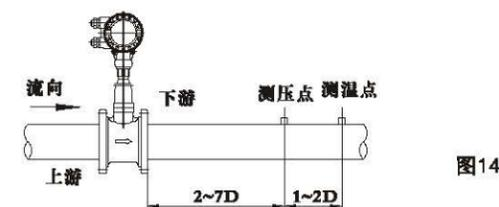

图14
9、流量计测量气体（蒸汽）需要带温度，压力补偿时，我公司可以提供一体化产品，如果用户自己选配温度、压力传感器，可以参考（图14）